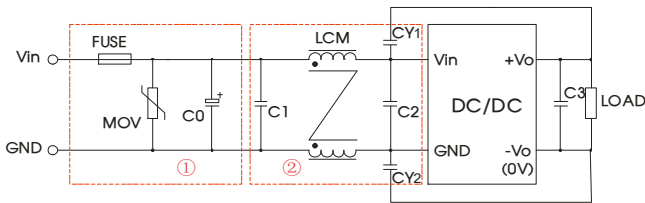

图 3
注: 图 3 中第①部分用于 EMS 测试; 第②部分用于 EMI 滤波, 可依据需求选择。